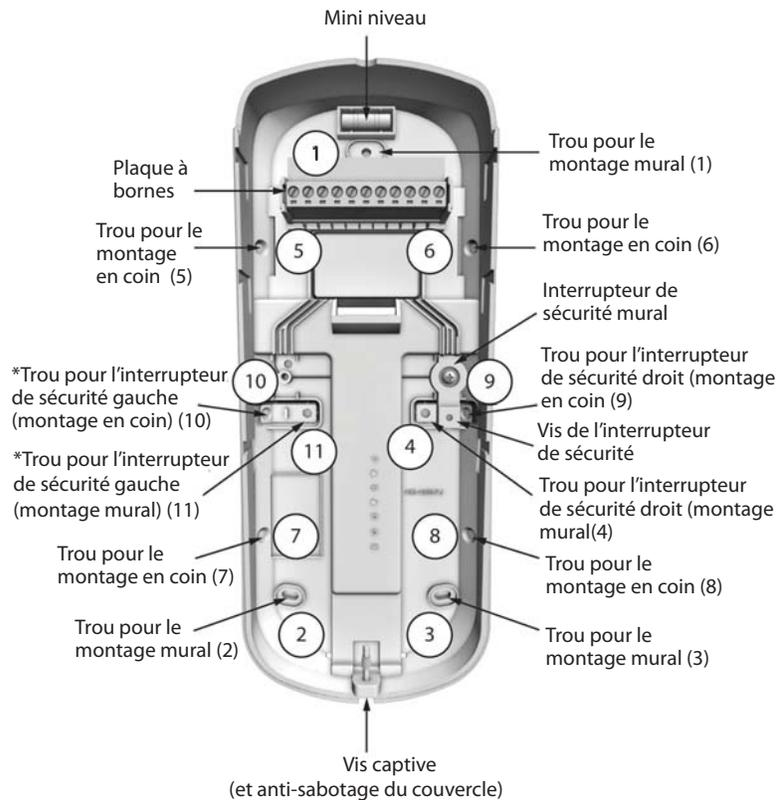

Figure 1 : Composants du panneau arrière du NVX80
3. Préparer le couvercle arrière pour l'installation murale en perçant les trous appropriés (voir la Figure 1).
8. À l'aide d'une vis, fixer l'interrupteur de sécurité dans le couvercle arrière (voir la Figure 1)